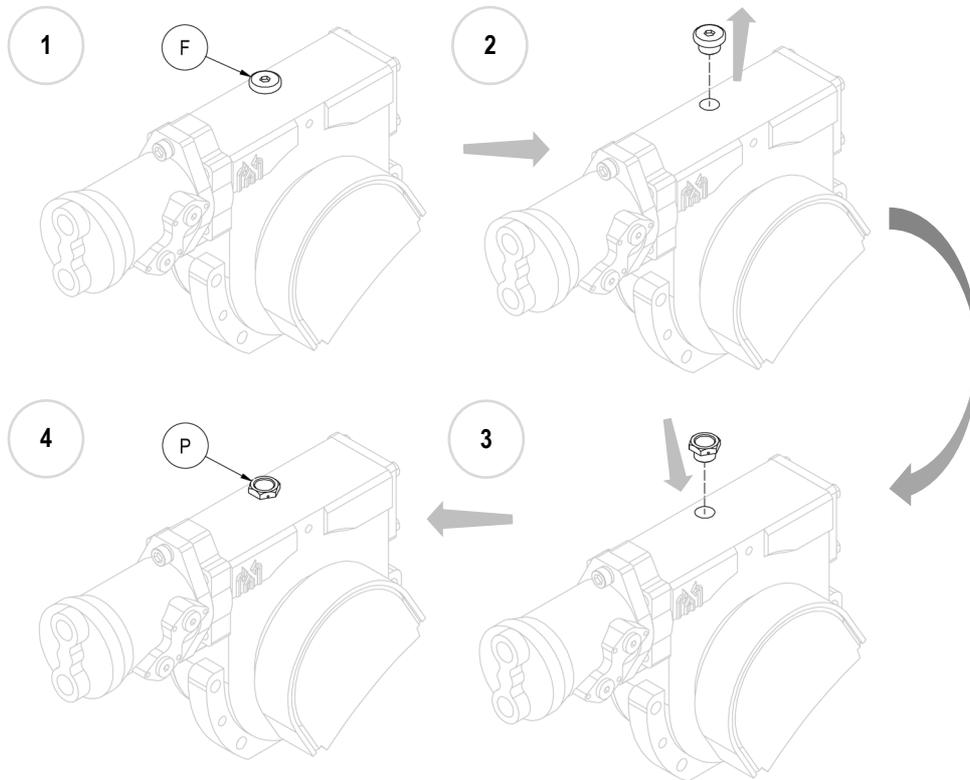

Figure 5
9. **N.B.** Avec l'équipement monté, avant utilisation, remplacer le bouchon borgne de remplissage d'huile en fer (**F**) par celui en plastique fourni (**P**), avec évent (voir *Figure 5*).